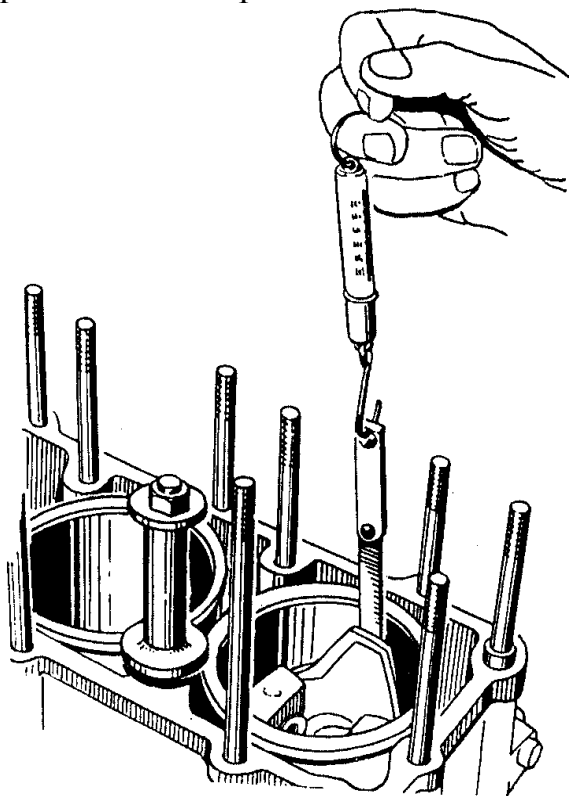

Рис.69. Подбор поршней к цилиндрам
2. Замерить усилие протягивания ленты-щупа толщиной 0,05 мм и шириной 10 мм между поршнем и гильзой, опущенного на глубину 65 мм между гильзой цилиндров и вставленным в неё в перевернутом положении поршнем (рис.69). Нижний край юбки поршня должен совпадать с верхним торцом гильзы цилиндров. Ленту – щуп размещать в плоскости, перпендикулярной оси поршневого пальца, т.е. по наибольшему диаметру поршня (для поршней с разрезной юбкой со стороны, противоположной разрезу). Величину усилия определять по динамометру, соединённому со щупом. Усилие при протягивании ленты-щупа должно быть 30...40 Н (3...4 кгс) для новых гильз и поршней. Для гильз и поршней, бывших в употреблении усилие должно быть не менее 20 Н (2 кгс).